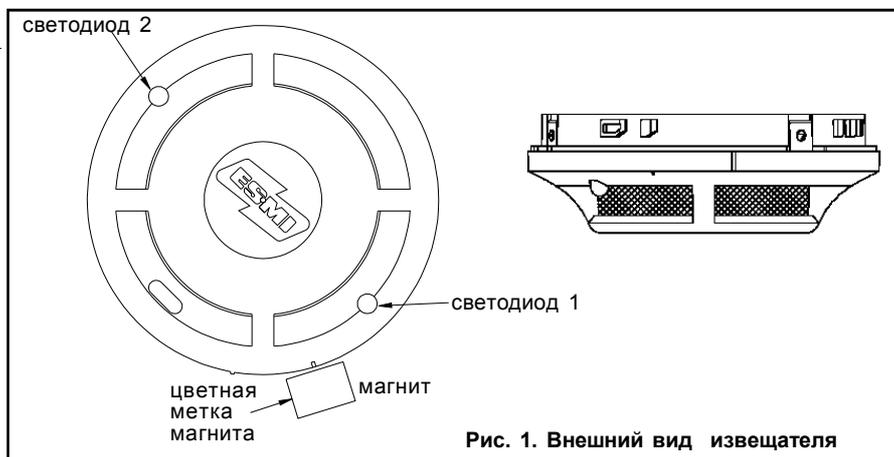

Рис. 1. Внешний вид извещателя
Дымовой пожарный извещатель ИП212-96 (ESMI2251EM) является оптико-электронным адресно-аналоговым извещателем (рис.1, 2). Эти извещатели предназначены для обнаружения возгораний в помещениях различных зданий и сооружений по увеличению оптической плотности среды при её задымлённости. Извещатель ИП212-96 (ESMI2251EM) передает текущее значение оптической плотности в месте установки на адресно-аналоговый приемно-контрольный прибор (ААПКП). **Извещатель ИП212-96 (ESMI2251EM) должен использоваться только с совместимыми ААПКП в соответствии с документацией на них.** Питание извещателей и связь с ААПКП производится по 2-х проводному шлейфу. Режим ПОЖАР включается по сигналу от ААПКП и сохраняется до получения от ААПКП команды на переход в дежурный режим. Режим ПОЖАР индицируется непрерывным свечением двух красных светодиодов, обеспечивая обзор в 360°. При необходимости для индикации режима ПОЖАР возможно подключение выносного светодиодного индикатора. В дежурном режиме светодиоды извещателей периодически включаются примерно на 0,2 с (если этот режим запрограммирован в ААПКП).
1. Поместите магнит M02-24 (в комплект поставки не входит) рядом с извещателем, как показано на рис. 1, на расстоянии примерно 2 см от светодиода 1. В этом месте на верхней стороне крышки извещателя имеется 2 -х миллиметровая риска.